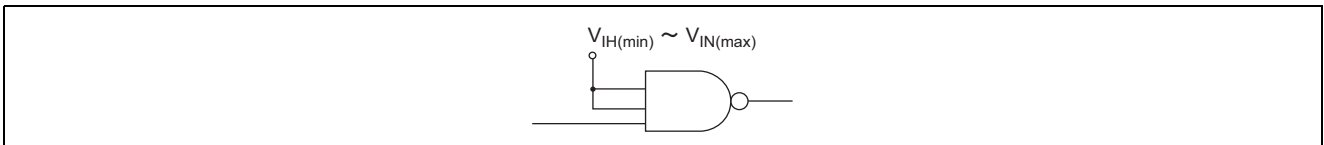

図 4
- 一般的に TTL の“H”入力電圧は 2 V から最大定格電圧の上限値までの範囲内であれば、誤作動することはありませんが、LSTTL のショットキバリアダイオード (SBD) 入力の場合、SBD の寄生容量により“H”入力電圧範囲内であっても入力電圧を高電圧から低電圧に急峻に変化させると、図 4 に示すように出力に異常波形が生じる場合があります。このため、“H”入力信号がノイズ等の影響を受け急峻に変化することのないよう注意が必要です。